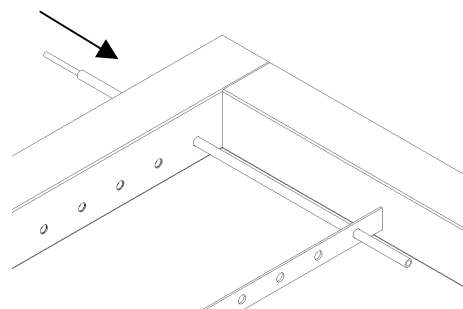

Bild 4
5. Bei Typ WK 3 werden die Stahlrohre durch die kreisrunden Öffnungen der Zargen und der Querstrebe(n) geschoben (Bild 4). Die Bestückung der Stahlrohre mit den gleichartigen Rollstäben erfolgt anschließend.
6. Bei Typ WK 4 werden die Stahlrohre ebenfalls durch die kreisrunden Öffnungen der Zargen und Querstrebe(n) geschoben (Bild 4), die Bestückung mit den Rollstäben erfolgt jedoch abwechselnd. (im Wechsel Stab aus Manganstahl und Stab aus C45-Stahl)